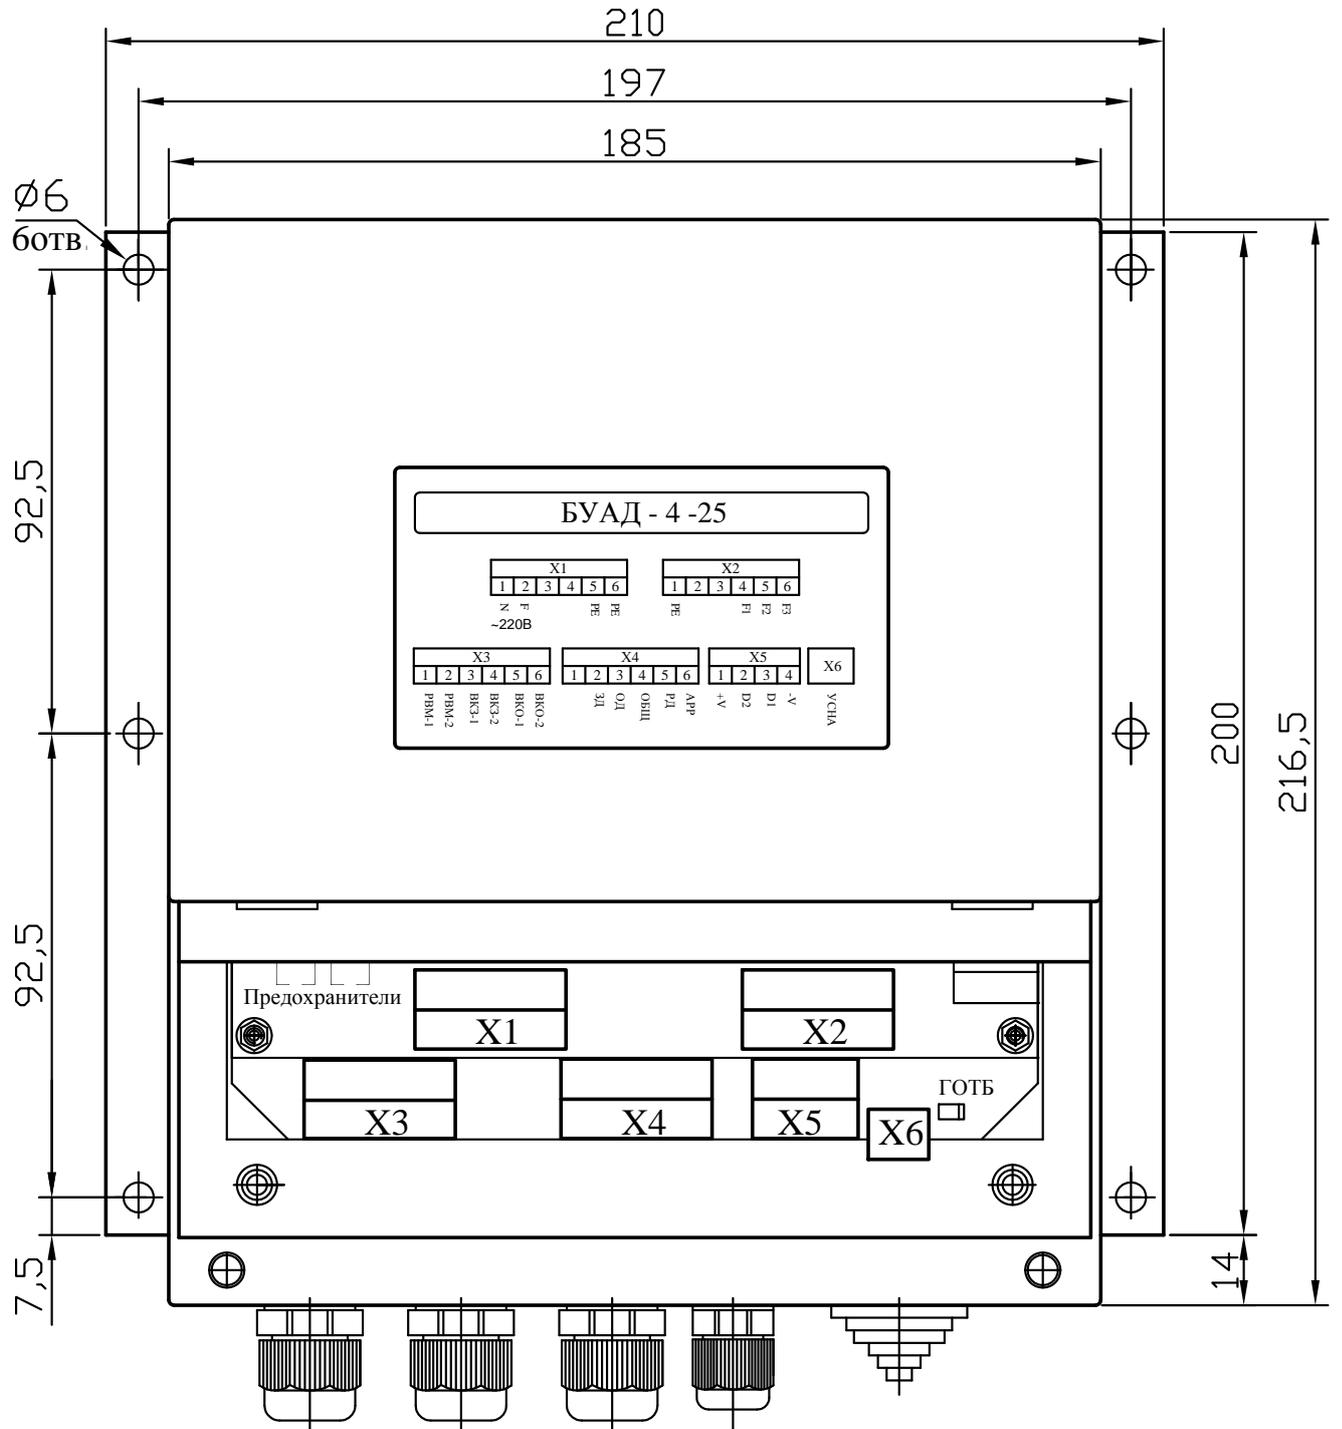
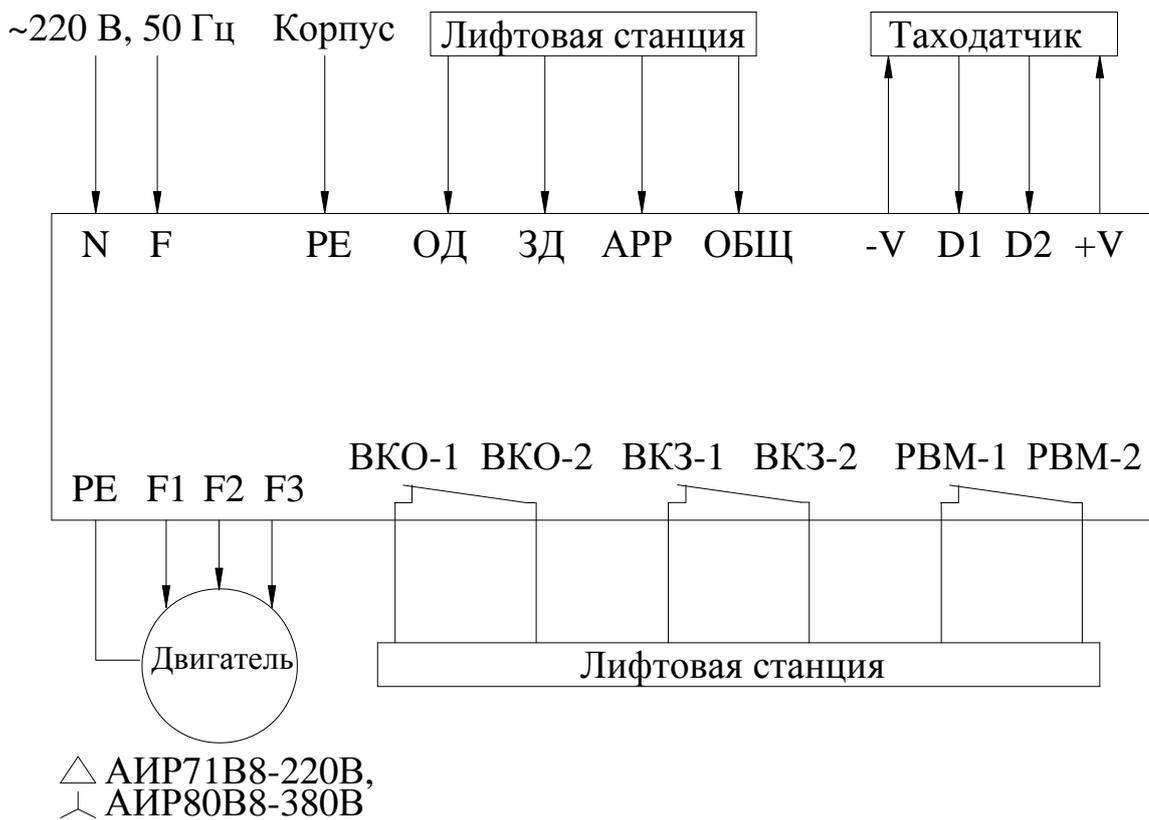
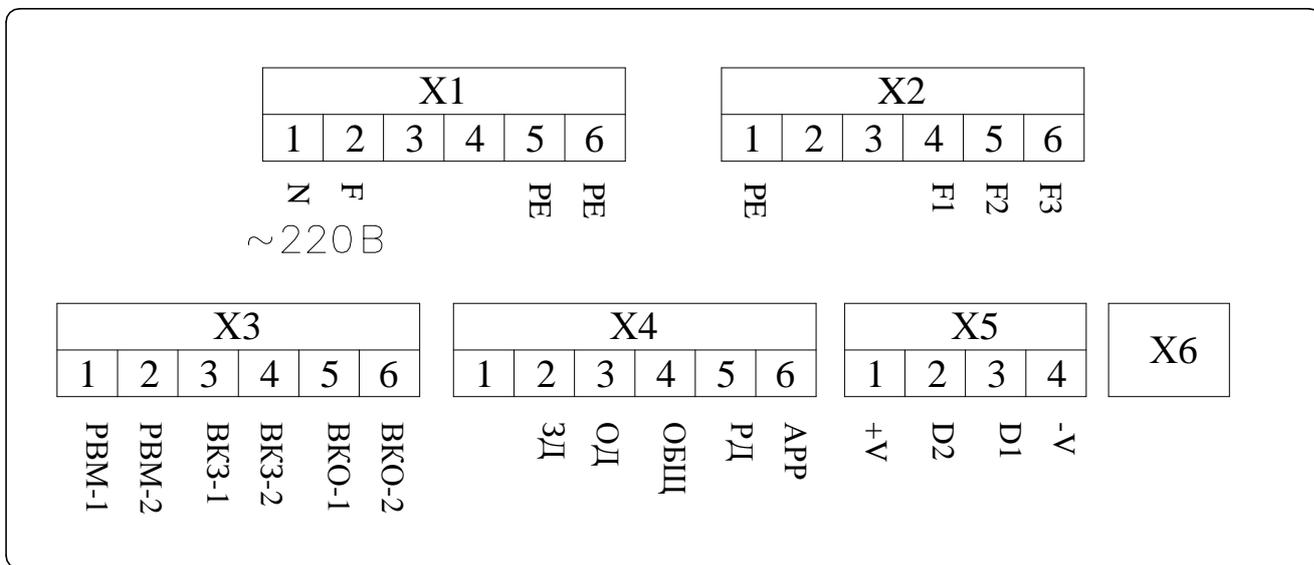

Рис.1. Габаритно-присоединительные размеры Устройства.
Рис.2. Блок-схема подключения внешних контактов БУАД-4-25.
Рис. 3. Схема подключения внешних контактов БУАД-4-25.
3.4.2. На **рис.2** показана блок-схема подключения внешних контактов *Устройства*. На **рис.3** показаны и подписаны отдельные контакты каждого из разъемов *Устройства*.
3.4.5. Внешние контакты для лифтовых станций (см. рис. 2, 3):
Узел подключения внешних коммуникаций состоит из набора кабельных выводов (**рис.1**), разъемов для подсоединения шин сетевого питания, цепей выходных напряжений для электродвигателя, цепей управления работой устройства, цепей подключения таходатчика (**рис.2, 3**), заглушки для разъема подключения устройства настройки УСНА, а также крышки, закрывающей разъемы *Устройства*.
3.5.1. С помощью светодиода ‘ГОТЪ’ (готовность на плате БУАД), расположенного рядом с разъемом **X6** (**рис.1**), индицируется: